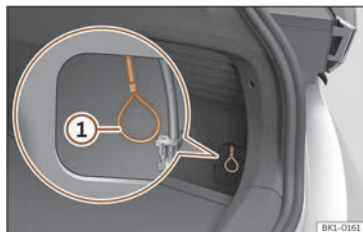

Fig. 73 Derrière le cache : déverrouillage d'urgence du connecteur de charge.
- Tirez sur la boucle de déverrouillage manuel d'urgence >>> **fig. 73 ①**. Le connecteur de charge peut être retiré >>> .